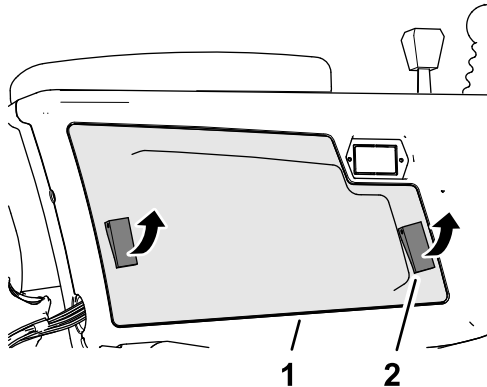

Figure 86
2. Ouvrez les 2 attaches qui fixent le couvercle du bras de commande sur le bras, et déposez le couvercle (Figure 86).